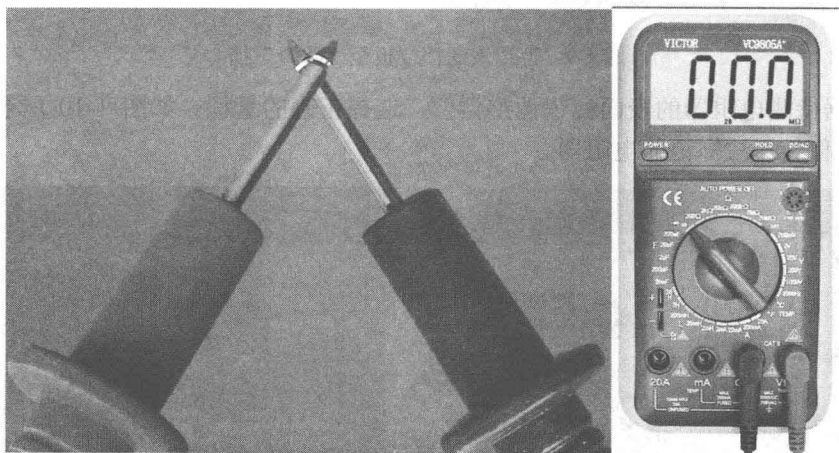

图 1-12 数字式万用表不需要调零
⑦ 如果使用数字式万用表则不需要调零,如图 1-12 所示,设置好量程后,将两表笔相接,显示屏显示读数为“0”。